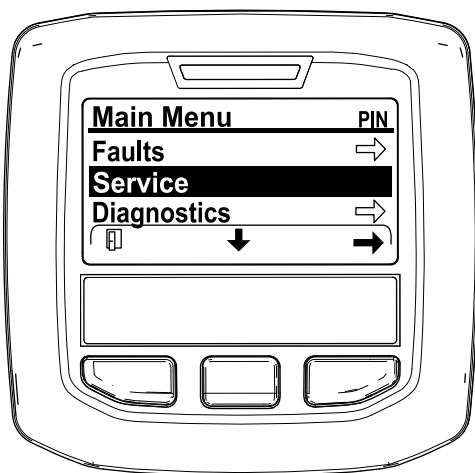

Figura 39
2. Navigate al MENU PRINCIPALE, premete il pulsante centrale per scorrere fino all'opzione MENU MANUTENZIONE, poi premete il pulsante destro per selezionare l'opzione MANUTENZIONE (Figura 39).